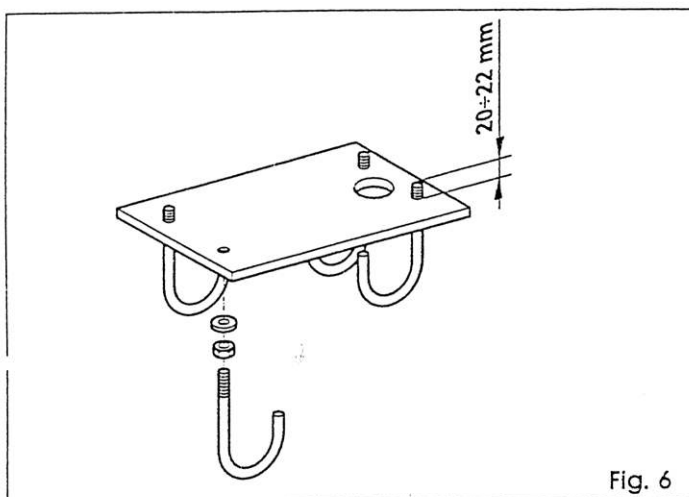

Fig. 6
- 1) zestawić płytę fundamentową jak na rys. 6